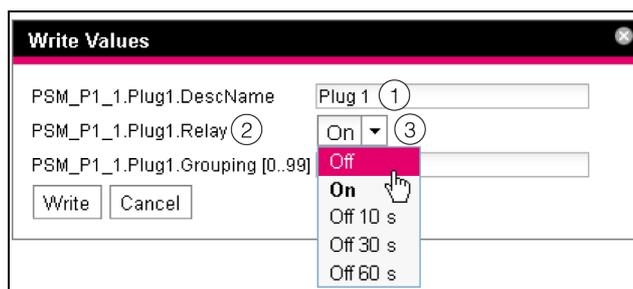

Imagen 28: Ejecución de órdenes de conmutación
DescName	Descripción individual asignada a la salida o a la base de enchufe (imagen 28, pos. 1).
Command	Orden, que debe ser ejecutada. Compatible con las siguientes órdenes: «Off», «On», «Off 10 s», «Off 30 s», «Off 60 s» (imagen 28, pos. 3).
Device	Deviceindex (ID-Nummer), se muestra delante del Real Device correspondiente en la zona de navegación de la página web de la CMC III PU (imagen 28, pos. 2).